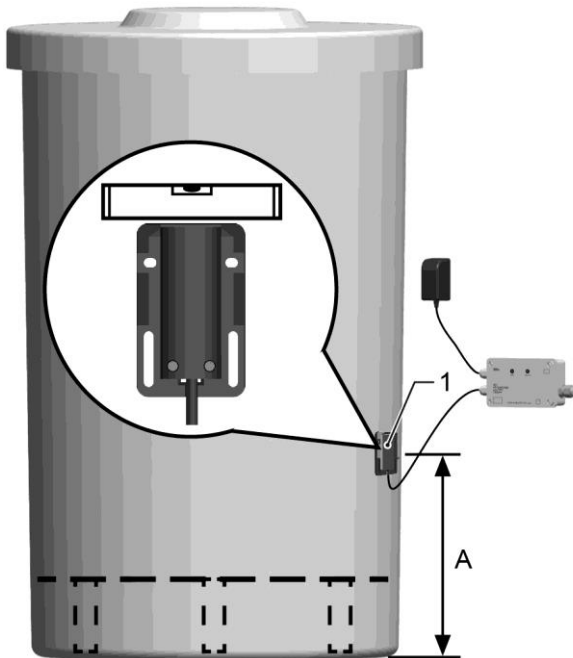

Abb. 4: Montage Maß am runden Behälter
Vor der Inbetriebnahme, muss der Näherungsschalter am Salzlöse- und Vorratsbehälter angebracht werden. Hierzu muss der Halter, wie folgend beschrieben, mittels des beigelegten 2-Komponenten-Klebers an der Außenwand des Salzlöse- und Vorratsbehälter senkrecht mit dem Kabelauslass nach unten (siehe Abb. 4 und 5) angeklebt werden.
- ➔ Halter an markierter Stelle auf der Außenwand des Salzlöse- und Vorratsbehälter mittig ausrichten und aufkleben (wie in Abb.4 dargestellt). Halter fest andrücken! Klebstoff aushärten lassen (siehe Anleitung des Klebers)!